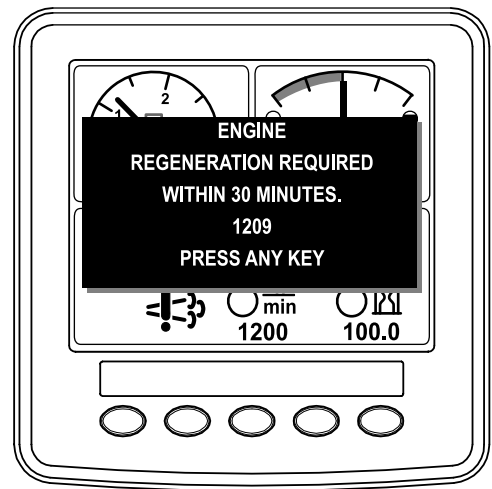

Figura 65
- Si hace caso omiso de la solicitud de una regeneración con la máquina aparcada (mostrada en el InfoCenter) y sigue utilizando la máquina (Figura 65), se puede acumular una cantidad crítica de hollín en el DPF.